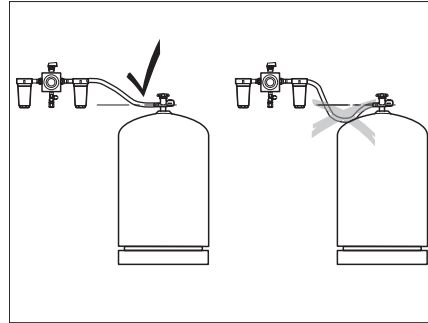

Fig. 212 Instalación de las mangueras de alta presión
- ▷ Cuando se instalan las mangueras de alta presión, asegurarse de que las mangueras suben constantemente (Fig. 212).